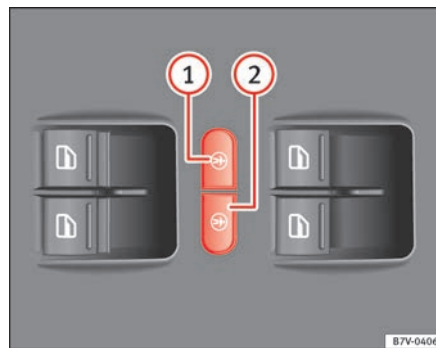

Fig. 52 Na porta do condutor: botões do sistema de segurança eléctrico para crianças.
O sistema de segurança eléctrico para crianças evita a abertura e o fecho das portas de correr e dos vidros eléctricos das mesmas a partir do interior, para que as crianças não abram uma porta acidentalmente durante a condução. Com o botão esquerdo ⇒ Fig. 52 ① ou direito ②, activa-se o sistema de segurança para crianças no lado traseiro esquerdo ou direito, respectivamente.
Activar:	Pressione o botão ⇒ Fig. 52 ① ou ②.